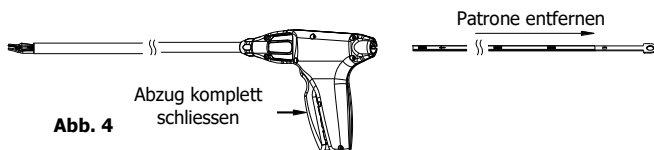

Abb. 4
1. Entfernen und entwerten Sie die Wegwerfclippatrone durch vollständiges Drücken des Abzugs gegen den Griff, wie in Abb. 4 gezeigt. Falls nicht alle 19 Clips abgefeuert worden sind, wird bei Drücken des Griffs und Entnahme der Patrone 1 Clip einrasten und freigesetzt. Vergewissern Sie sich in diesem Falle, den eingerasteten Clip auf etwas wie ein Laken oder Kompress zu feuern, so dass der kontaminierte Clip nicht zu Boden fällt, in den Branchen stecken bleibt oder ins Innere des Instrumentenschafts fällt und dadurch zwangsläufig ein Stau- oder Sicherheitsrisiko verursacht. *(Dieser Schritt dient als Warnhinweis für die "Reinigungs- und Sterilisations-"Schritte. Microline PENTAX ist für keinerlei Schäden verantwortlich, die aufgrund einer Missachtung dieser Warnung auftreten.*